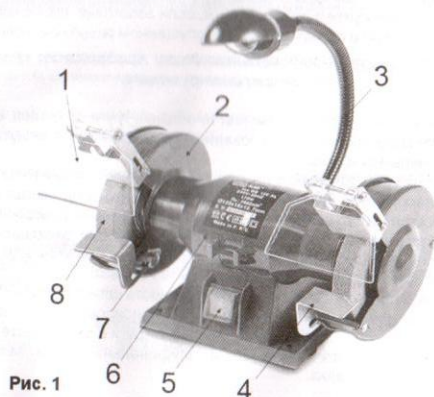

Рис. 1
- Установите защитные экраны (1)(См. Рис. 1) и упоры, используя винты, идущие в комплекте.
- Прикрепите защитное стекло (1)(См. Рис.1) к держателю при помощи винта.
- Упор (4)(См. Рис. 1) может регулироваться в соответствии с необходимым углом шлифования.
- Ослабьте фиксатор упора (7)(См. рис.1).
- Затяните фиксатор (7)(См. рис.1).
- Чтобы включить станок, переведите клавишу выключателя (5)(См. Рис.1) в позицию «ВКЛ» (ON / I).
- Чтобы выключить станок, переведите клавишу выключателя (5)(См. Рис.1) в позицию «ВЫКЛ» (OFF / 0).
- При включении станка включается локальная подсветка (3) рабочей зоны (только модели BG 125 SL / BG 150 SL).
- Работать разрешается только с опущенным защитным прозрачным экраном (1)(См. Рис.1) и в защитных очках.
- Подводите к шлифовальному кругу (8)(См. Рис.1) затачиваемый инструмент (деталь) плавно и осторожно, избегая ударов о круг.